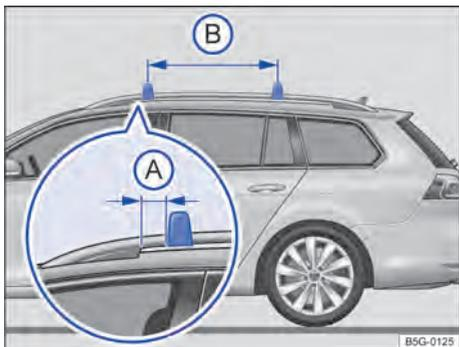

Fig. 104 Longarina do bagageiro do teto: fixação das barras de suporte.
As barras de suporte são montadas na longarina do bagageiro do teto. Assim, a distância da barra de suporte até a base do bagageiro do teto dianteiro \Rightarrow Fig. 104 (A) deve ser de **5 cm**. A distância entre as barras de suporte (B) deve ser de aproximadamente **75 cm**.
- Sempre montar as barras de suporte de maneira correta. Para isso, manter as distâncias indicadas na figura \Rightarrow Fig. 104.